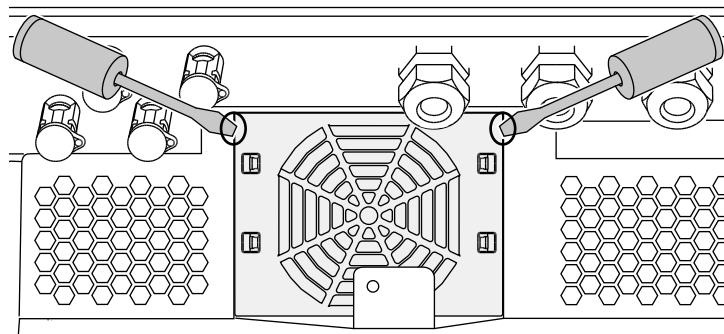

Fig. 60: Løsn ventilatorgitteret
2. Afmonter ventilatoren. Isæt en skruetrækker ved ventilatorgitterets kant, og tryk en smule på ventilatorgitteret.  **Fig. 60**